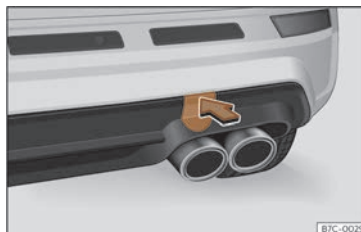

Fig. 191 Partea dreaptă a barei de protecție spate: demontați capacul.
Locul de instalare a inelului de tractare cu filet este în partea dreaptă a barei de protecție spate, în spatele unui capac >>> **fig. 191**.
- Apăsați partea superioară a capacului >>> **fig. 191** pentru a-l desprinde.